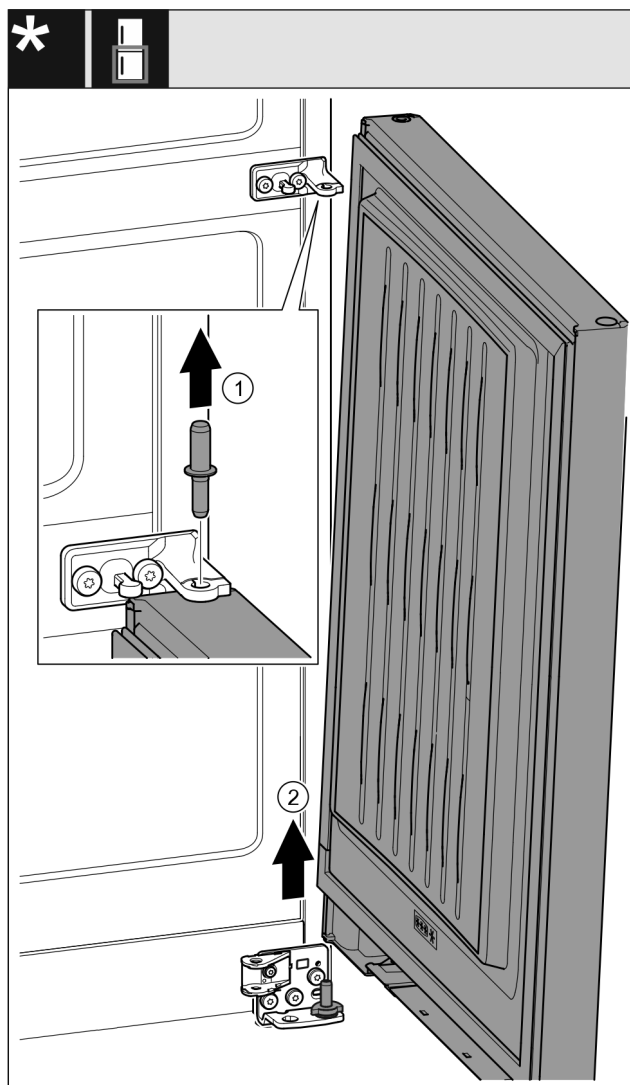

Fig. 22 Con ammortizzatore di chiusura*
- Estrarre il perno Fig. 22 (1) verso l'alto.*
- Ruotare all'esterno la porta Fig. 22 (2), tirarla verso l'alto e disporla a lato.*